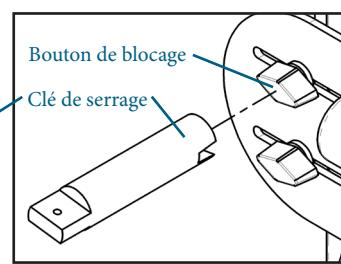

Fig. 10b
- Clé de serrage facilitant le serrage des boutons de blocage (Fig. 10b).